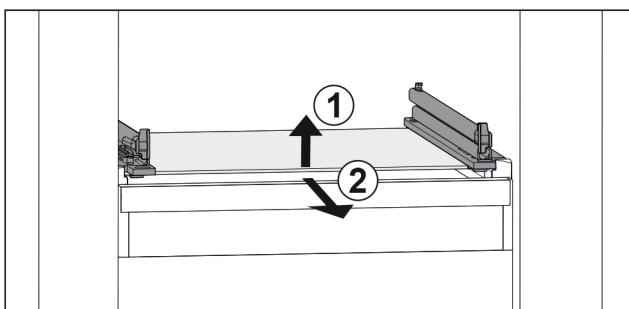

Fig. 167 Beispielhafte Darstellung der Glasplatte
- Glasplatte vorne anheben. Fig. 167 (1)
- Glasplatte nach vorne entnehmen. Fig. 167 (2)